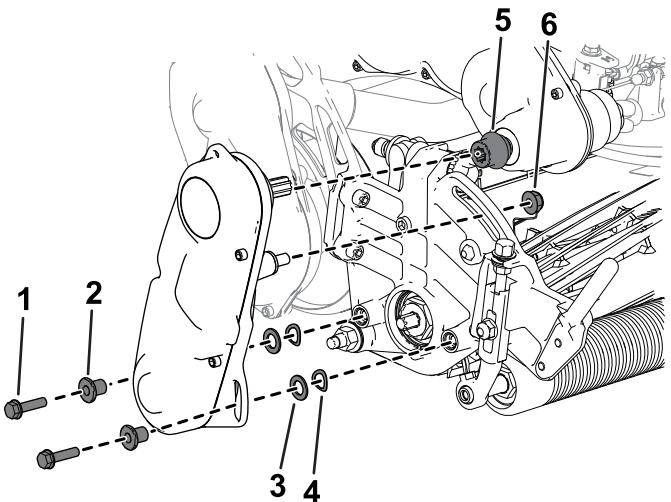

Рисунок 45
- 6. Используйте ранее снятые винты с внутренним шестигранником, шайбы и проставки, чтобы прикрепить узел привода барабана к боковой пластине режущего блока (Рисунок 45).
Убедитесь, что ведущий вал привода барабана установлен в муфту ведущего вала трансмиссии (Рисунок 45).